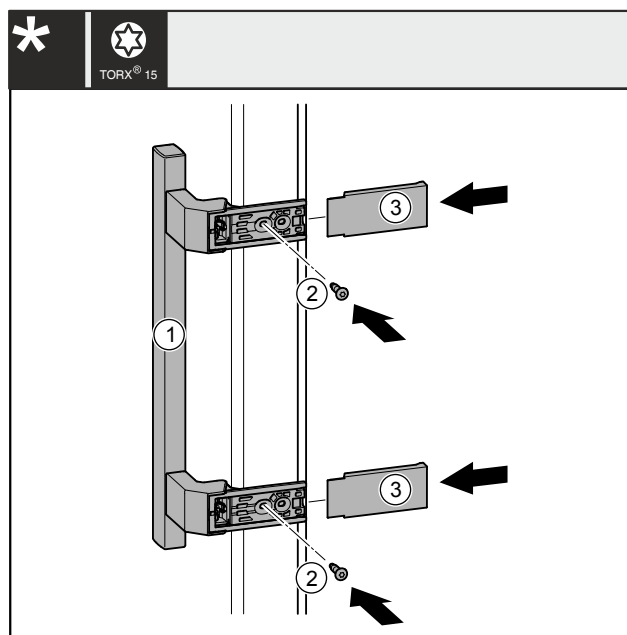

Fig. 41
- Vendosni dorezën Fig. 41 (1) në anën e kundërt.
- Mbërtheni fort vidat Fig. 41 (2) me kaçavidë.
- Vendosni kapakët mbulues Fig. 41 (3) anash dhe shtyjini që të mbërthehen në vend.